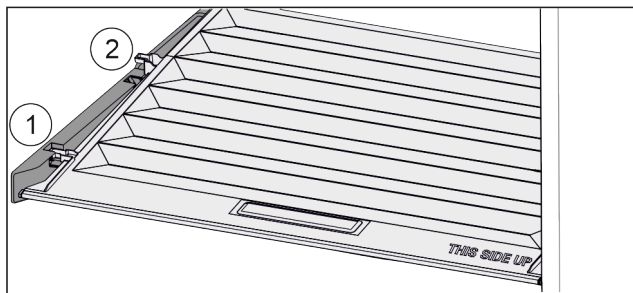

Fig. 84
- ▶ Dra locket framåt Fig. 84 (1) till öppningen i fästdelarna.
- ▶ Lyft det baktill underifrån och ta ut Fig. 84 (2) det uppåt.